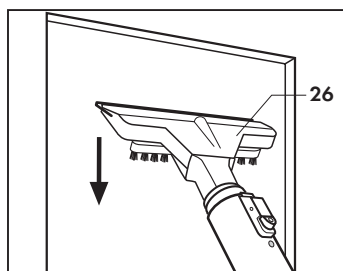

Abb. 11
- Die Gummilippe auf die Scheibe drücken und das Wasser aufsaugen; den Scheibenwischer dabei von oben nach unten bewegen (Abb. 11).